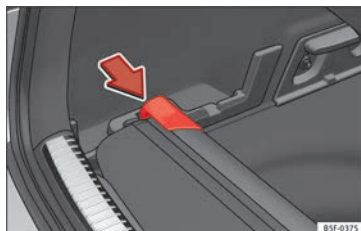

Fig. 123 Dans le coffre à bagages : logement pour ranger la plage arrière.
- Appuyez sur la tête de la plage arrière enroulable dans le sens de la flèche jusqu'à l'insérer dans le logement prévu à cet effet » fig. 123.